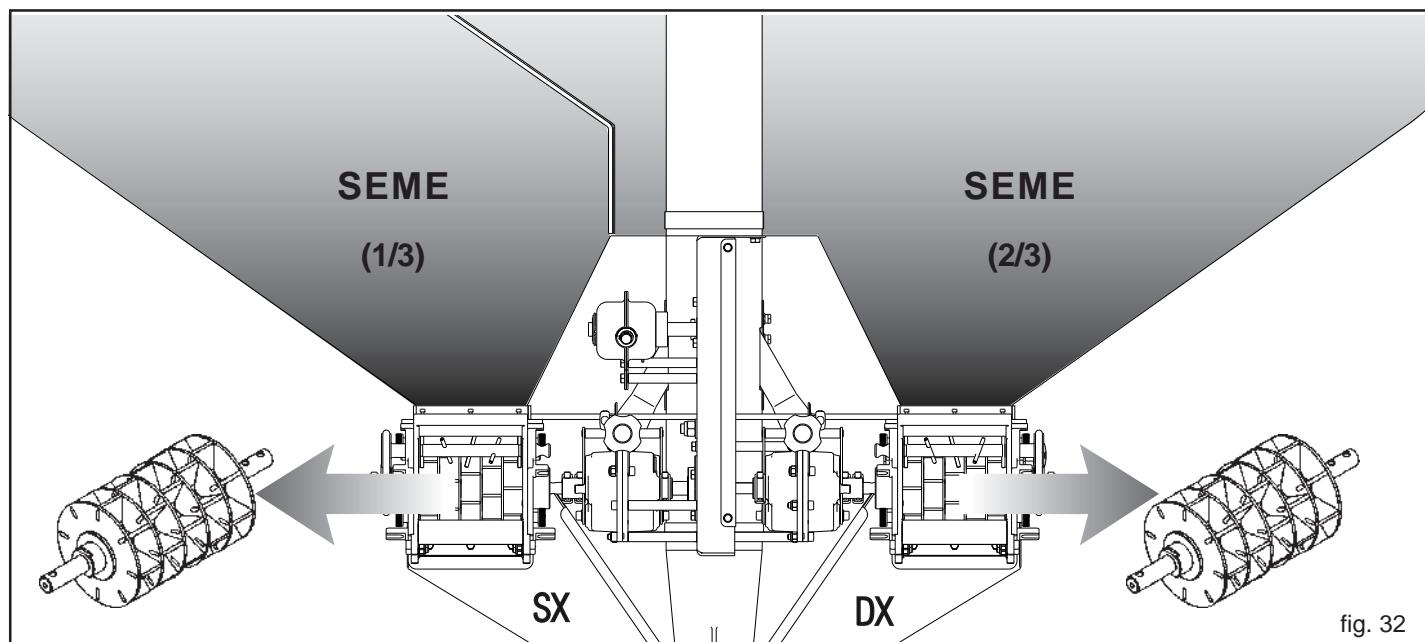

fig. 32
- 2) SEME-SEME (Fig. 32).
3.4.4.2 SEME-SEME (Fig. 32)